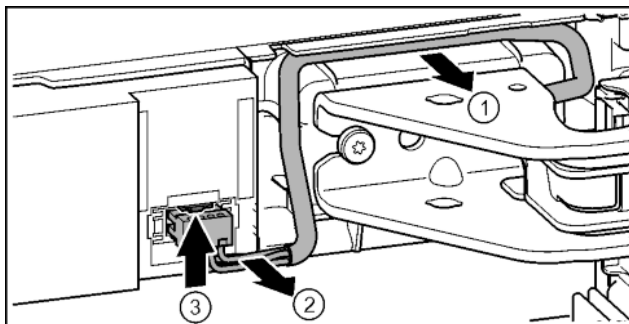

Fig. 23
- ▶ Осторожно освободить кабель над опорным кронштейном из направляющей. Fig. 23 (1)
- ▶ Аккуратно вытянуть жилы кабеля из канала. Fig. 23 (2)
- ▶ Прижать соединительную накладку вверх и осторожно вынуть штекер. Fig. 23 (3)